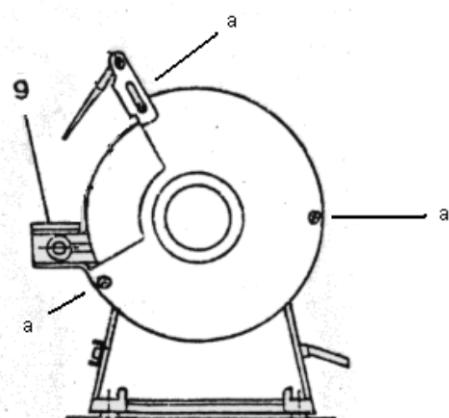

fig. 2
**MUELAS ESMERILADORAS** : Para afilar las muelas apoyar la pieza sobre el soporte (N. 9 fig. 2) empujándolo contra la muela ejerciendo la presión adecuada, pero no excesivamente.
Desenroscar y quitar los tornillos de fijación de las envolturas de protección (indicadas con la letra "a" en la fig. 2), y quitar las envolturas.